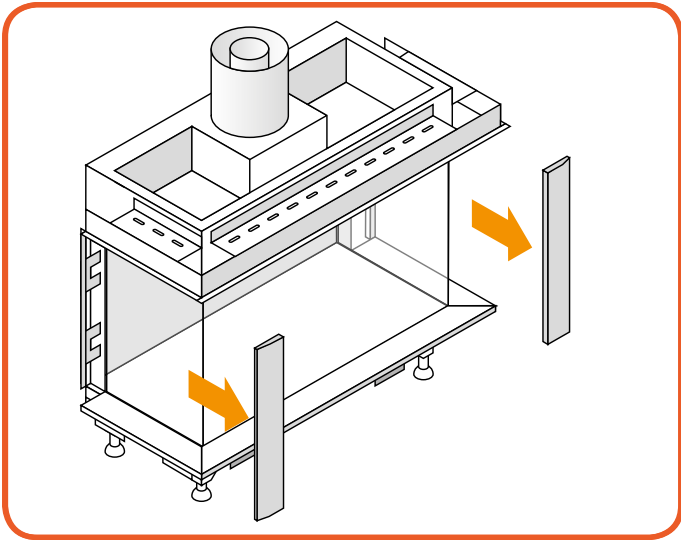

Abbildung 10-2: Abnehmen der Seitenverkleidungen
- Entfernen Sie beide Seitenverkleidungen. Sie werden durch magnetische Clips gehalten (Abbildung 10-2).